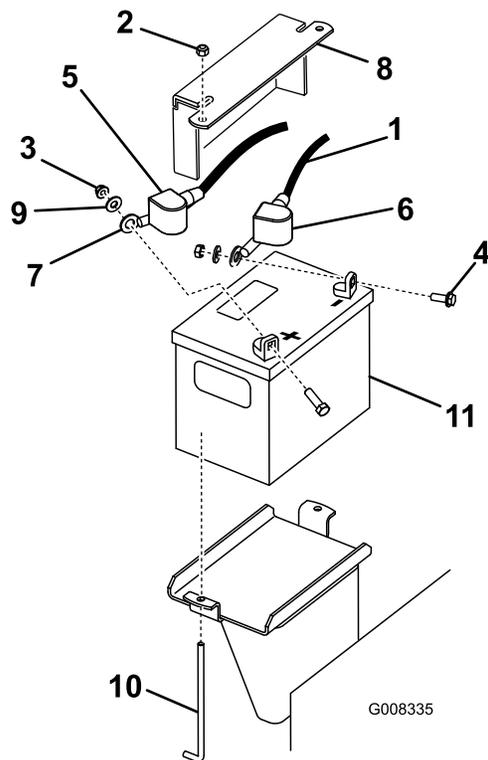

図 37
- マイナスケーブルのゴムカバー黒を外す。バッテリーのマイナス - 端子から、マイナスケーブルを外す 図 37。
- 次にプラス端子についている赤い保護カバーをずらして、赤いプラスケーブルを露出させる 図 37。
- バッテリーを固定している押さえ板、Jボルト、ロックナットを外してバッテリーを外す 図 37。
1. 先ほど取り外したねじ類を再使用して、プラスケーブル赤いケーブルをバッテリーのプラス端子に取り付ける 図 37。
3. 先ほど取り外したねじ類を再使用して、マイナスケーブル黒いケーブルをバッテリーのマイナス-端子に取り付ける 図 37。
4. 押さえ棒と蝶ナットでバッテリーを固定する 図 37。